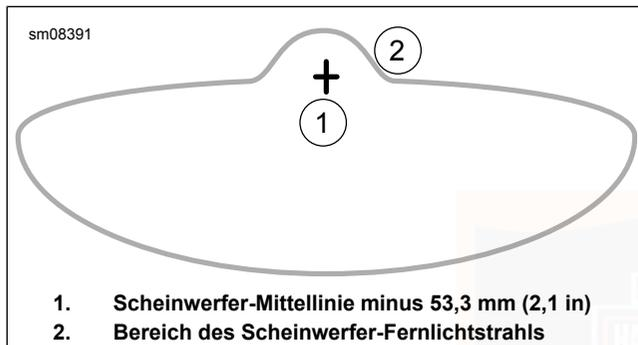

Abbildung 88. Scheinwerfer-Lichtmuster: Modelle mit rahmenmontierter Verkleidung
- LED, rahnenmontierte Verkleidung:** Siehe Abbildung 88. Mit dem Scheinwerfer auf **Fernlicht** geschaltet ist der Brennpunkt des Leuchtmittels auf der Markierung zentriert.
- b. Siehe Abbildung 88. Den Scheinwerferstrahl einstellen.